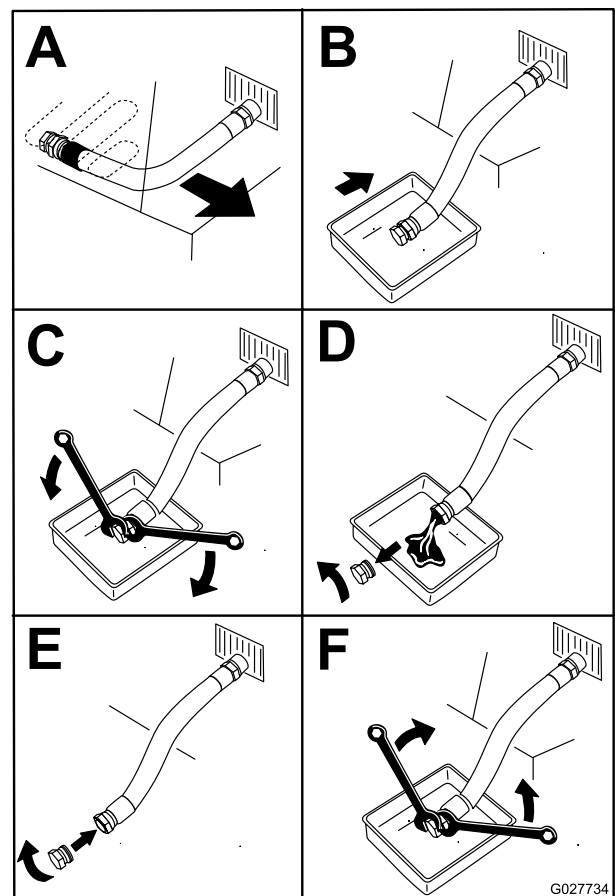

Figure 54
5. Vidangez l'huile moteur (Figure 54).